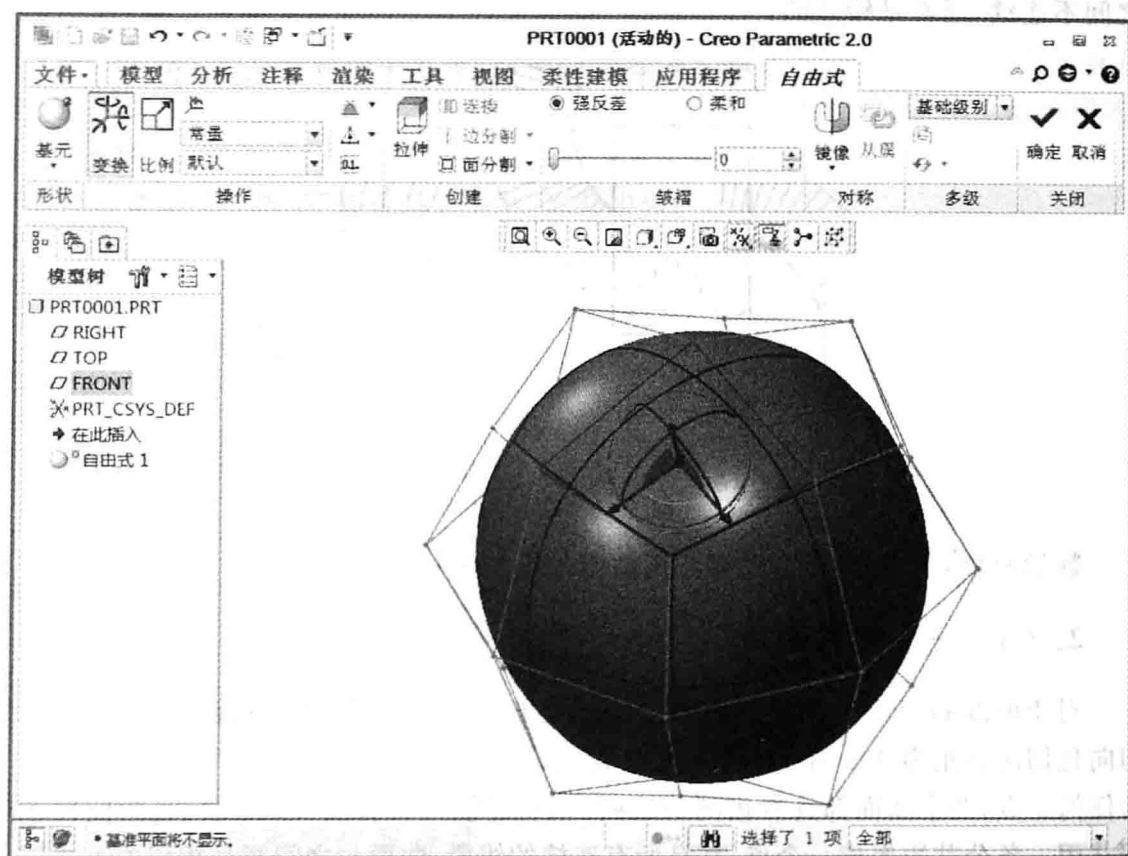

图 1-7 自由式曲面创建环境
- **自由式曲面**：其建模环境提供了使用多边形控制网格快速简单地创建光滑且正确定义的 B 样条曲面的命令。可以操控和以递归方式分解控制网格的面、边或顶点来创建新的顶点和面。新顶点在控制网格中的位置基于附近旧顶点的位置来计算。此过程会生成一个比原始网格更密的控制网格。合成几何称为自由式曲面。控制网格上的面、边或顶点称为网格元素。自由式曲面及其所有参考元素构成了自由式特征。其创建环境如图 1-7 所示。